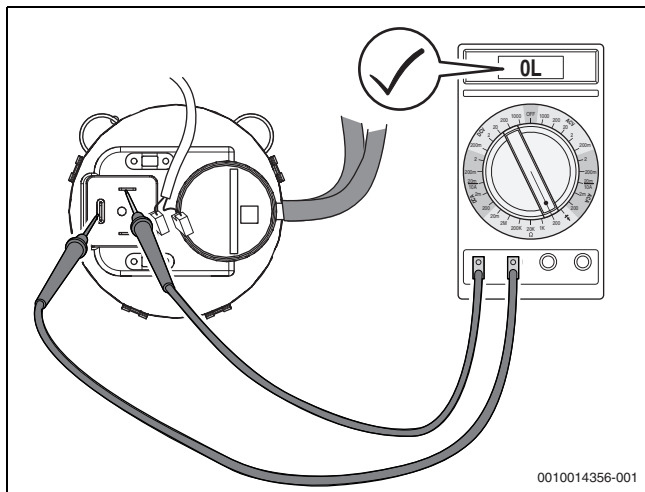

Fig. 74 Controllare il pressostato differenziale per il passaggio (pressostato differenziale funzionante)
- Estrarre i cavi di collegamenti elettrici sul pressostato differenziale e misurare la resistenza sui contatti (→fig. 74).